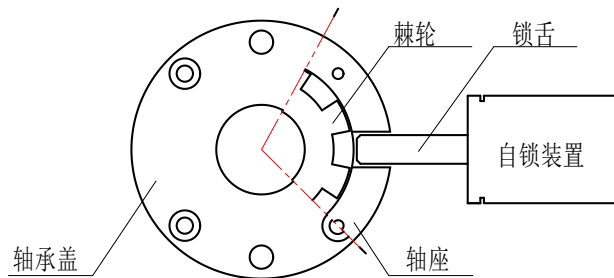

图 8 自锁装置示意图
c. 顺时针旋紧手轮，直到不能旋动为止，使容器盖与容器筒密合。并确保自锁装置的锁舌与轴座凹处吻合。如下图 8 所示：